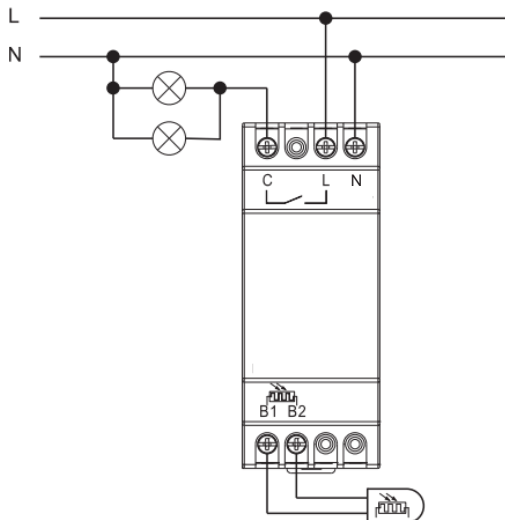

Рис. 3 – Схема подключения
3. Подключите прибор согласно схеме подключения (рис. 3).